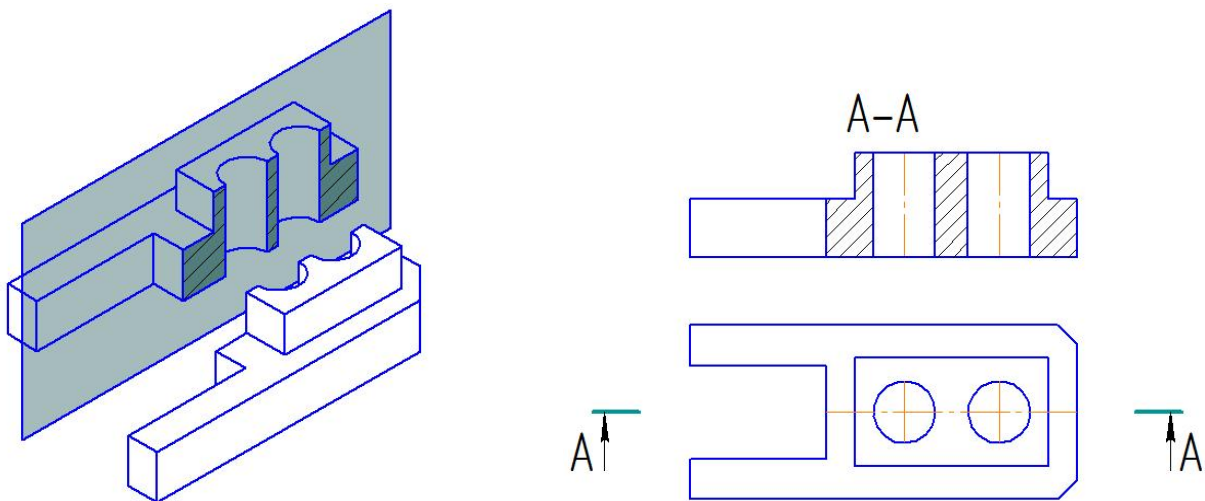

Рис. 1. Получение фронтального разреза
- **фронтальным** – если секущая плоскость параллельна фронтальной плоскости проекции и размещается на месте главного вида (рис. 1);